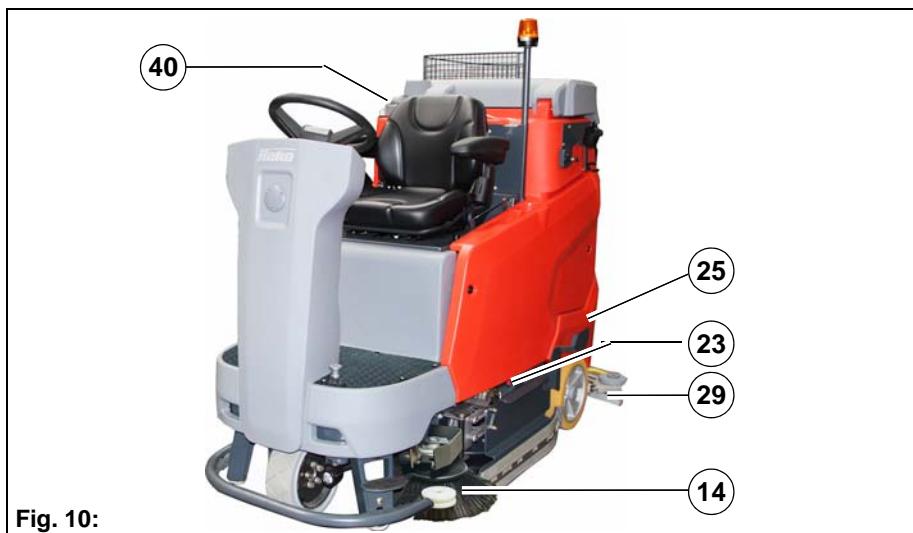

Fig. 10:
- softkey *Home* **Fig. 10-A** eller
| Menyen Driftstimeteller Fig. 10-B   |   |
| Menyen Vedlikehold Fig. 10-C  |   |
| Meny klokkeslett/dato Fig. 10-D  |   |
| Menyen Brukerinnstillinger Fig. 10-E   |   |
## Konfigurasjonsmeny Fig. 10-F
## Menyen Serviceinformasjon Fig. 10-F